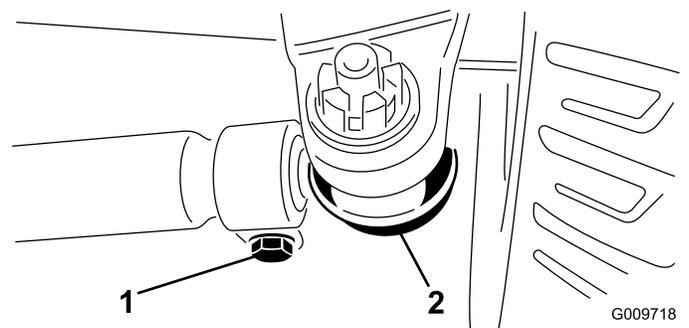

図 75
2. 調整が必要な場合は、タイロッドのボールジョイントのコッターピンとナットを外す（図 75）。次に、タイロッドのボールジョイントをアクスルケースのサポートから外す。
3. タイロッド両側のクランプをゆるめる（図 75）。